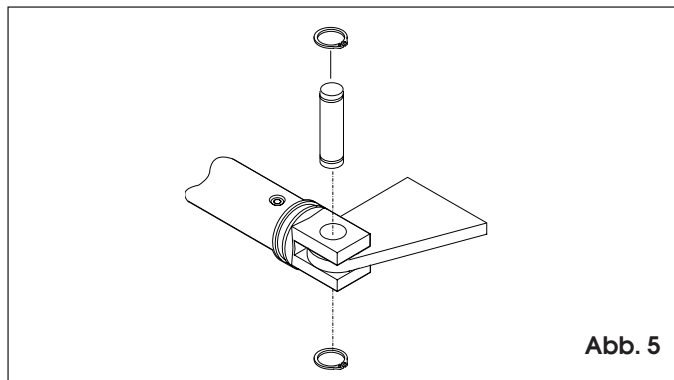

Abb. 5
- 7) Vorderen Anschluß nach Hinweisen von Abb. 5 mit der Spindel verbinden.